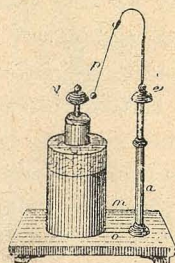

Fig. 177.—Descarga sucesiva.
*Descarga sucesiva.* — Se descarga también *lentamente* por medio de descargas sucesivas tocando alternativamente las armaduras. Para el caso puede servir el aparato representado en la fig. 177: *v* y *c* son timbres; el pén-